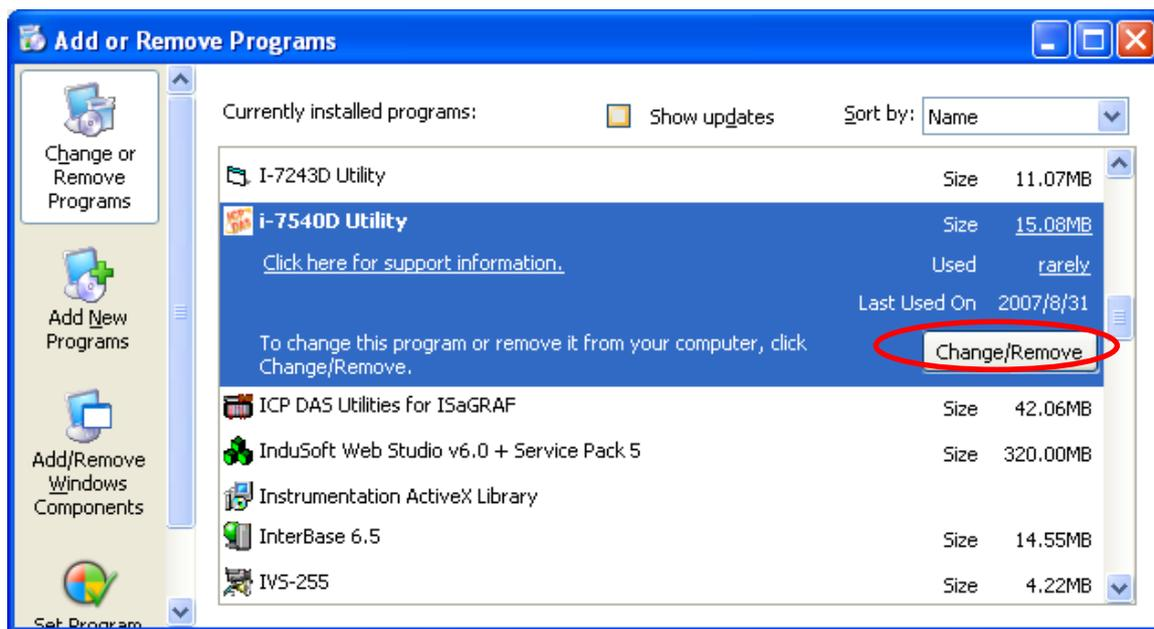

图 3-9： 点击「变更/移除」
**Step 3:** 找出 I-7540D Utility，并且点击「变更/移除」。如图 3-9 所示：